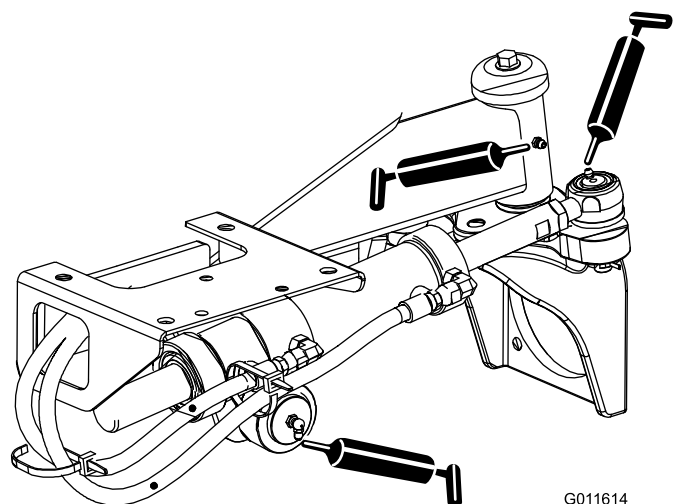

Bild 51
- Lenkzylinder-Kugelgelenke (2) und Hinterachse (1) (**Bild 51**)